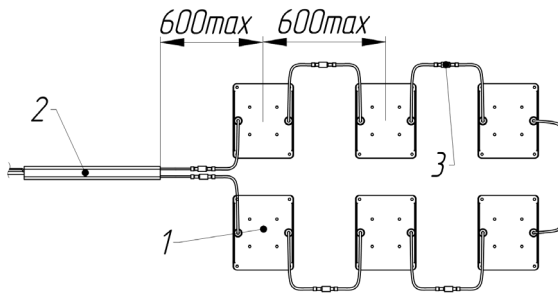

Рисунок 2 — Комплект светильников Geniled Griliato Tetriz (на примере комплекта х6).
Комплект светильников Geniled Griliato Tetris состоит из основных частей (см. рисунок 2):
5.5. Светодиодные модули соединены между собой при помощи проводов с коннекторами типа «Папа-Мама». Максимальное расстояние между центрами светодиодных модулей 600мм (см. рисунок 2). При необходимости увеличения расстояния между светодиодными модулями и блоком питания необходимо использовать соединительный провод Geniled 1м с коннекторами «Папа-Мама» (приобретается отдельно). На одно соединение можно устанавливать не более одного соединительного провода 1м.